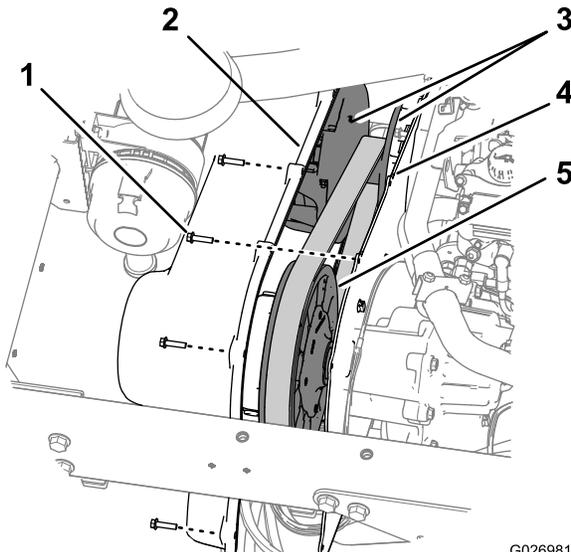

図 74
1. トランスミッションカバーをトランスミッション取り付けプレートに固定している六角ワッシャねじ9本1/4 x 1インチを外す 図 74。
5. トランスミッションカバーの穴を、取り付けプレートの穴に合わせる 図 74。
6. カバーを取り付けプレートに固定する 図 74 ステップ 1 で取り外した六角ワッシャねじ9本1/4 x 1インチを使用し、10.212.4Nm1.01.3kg.m = 90110in-lbにトルク締めする。